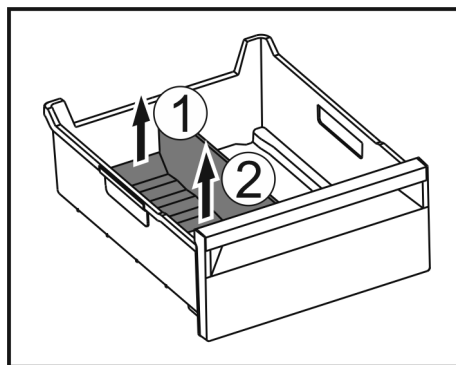

Fig. 173
- ▶ Podnieść tylną część separatora do szuflady na lód. Fig. 173 (1)
- ▶ Separator do szuflady na lód podnieść do góry. Fig. 173 (2)